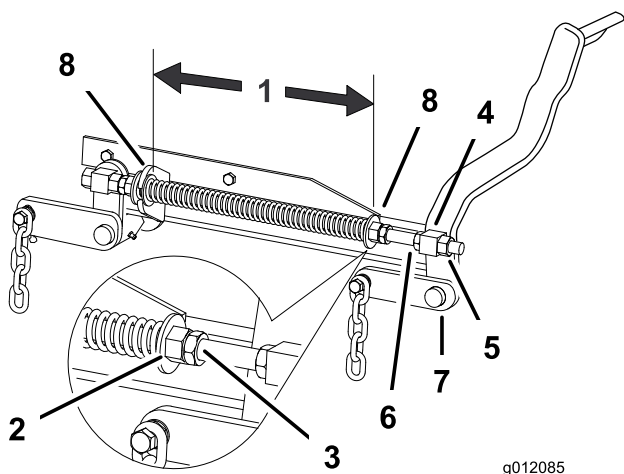

Figura 65
2. Compruebe la distancia entre las dos arandelas grandes, que debe ser de 28,2 cm (11-1/8 pulg.) para plataformas de cortacésped de 52 pulgadas, o 26,7 cm (10-1/2 pulg.) para plataformas de cortacésped de 60 pulgadas (Figura 65).
3. Ajuste esta distancia aflojando la contratuerca elástica y girando la tuerca que está delante de cada muelle (Figura 65).
4. Fije la tuerca en la posición deseada apretando la contratuerca elástica (Figura 65).